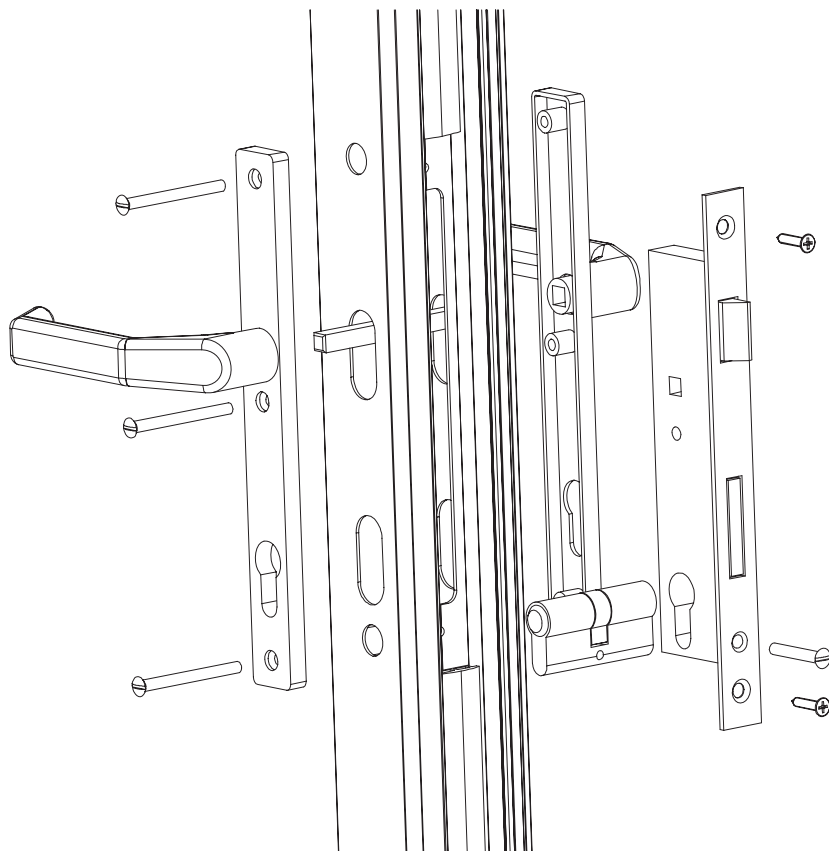

Рисунок 6
4.6 На полотно устанавливается комплект врезного замка с цилиндрическим механизмом и защелкой, комплект ручек с накладками (рисунок 6).